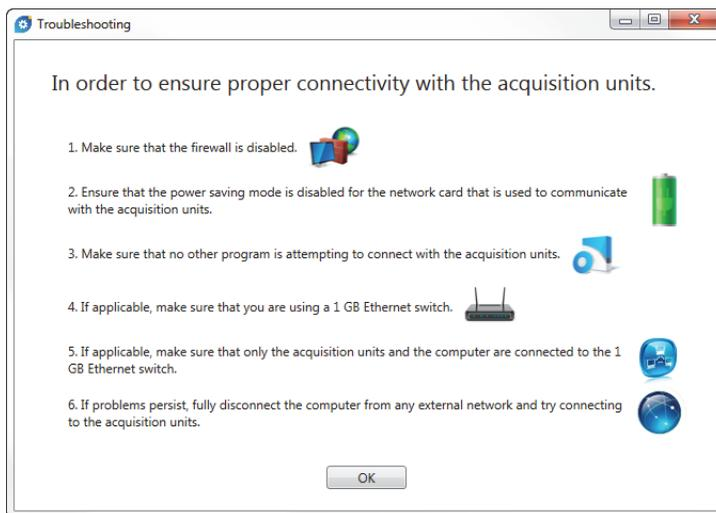

图 1-21 故障排除对话框示例
- ◆ 点击**Troubleshooting**（故障排除），查看可能造成连接故障的原因列表，并按照提供的说明进行操作（参见第39页的图 1-21）。